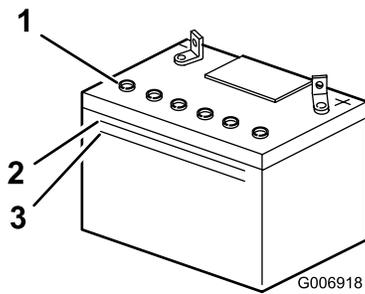

Bild 36
2. Sehen Sie sich die Seite der Batterie an. Der Füllstand muss bis zur oberen Linie reichen (Bild 36).
Hinweis: Der Säurestand darf nicht unter die untere Linie fallen (Bild 36).
2. Entfernen Sie die Fülldeckel (Bild 36).
3. Gießen Sie langsam destilliertes Wasser in jede Batteriezelle, bis der Füllstand den unteren Teil des Rohrs erreicht (Bild 36).